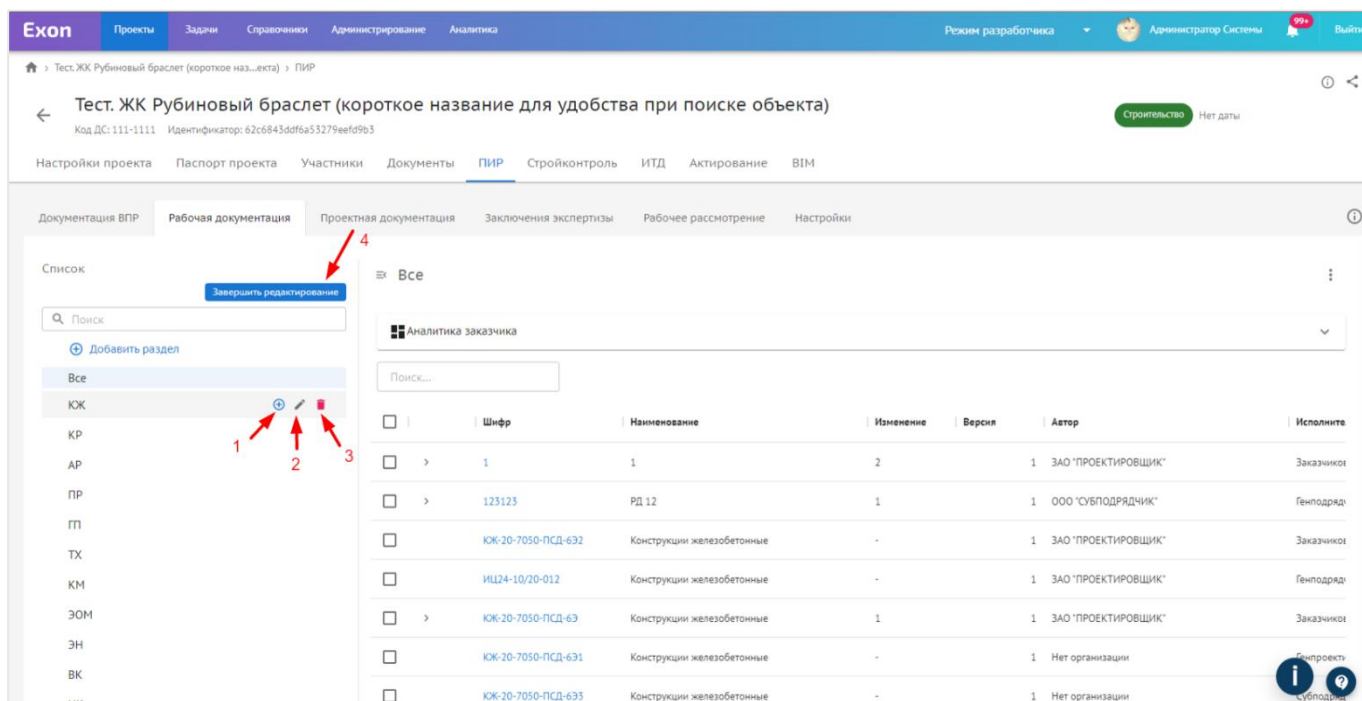

Рис. 4 - Редактирование списка разделов
3. К каждому разделу можно добавить подраздел с помощью активной кнопки «+» (1), а так же переименовать раздел (2) и удалить (если в раздел не был загружен документ) (3), после внесения изменений, их необходимо сохранить действием «Завершить редактирование» (4) (рис. 4);